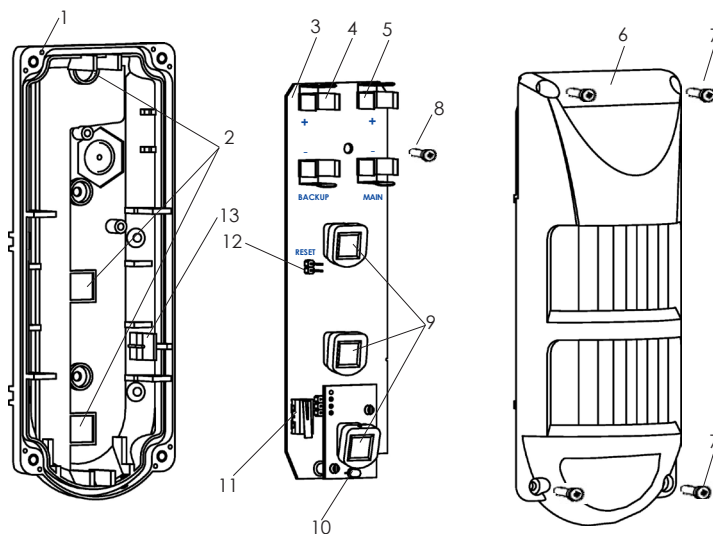

Рисунок 1 – Конструкция «Ri-OMD-1»
Датчик (рисунок 1) состоит из основания (1), печатной платы (3) и крышки (6). На печатной плате расположены держатели двух батарей CR123A – основной (5) и резервной (4), три ИК пироприемника (9), двухцветный световой индикатор (10), датчик вскрытия корпуса (11) и контакты **RESET** (12). Печатная плата фиксируется на основании защелкой (13) и винтом (8). Крышка (6) крепится к основанию (1) четырьмя винтами (7) с использованием герметизирующей прокладки.